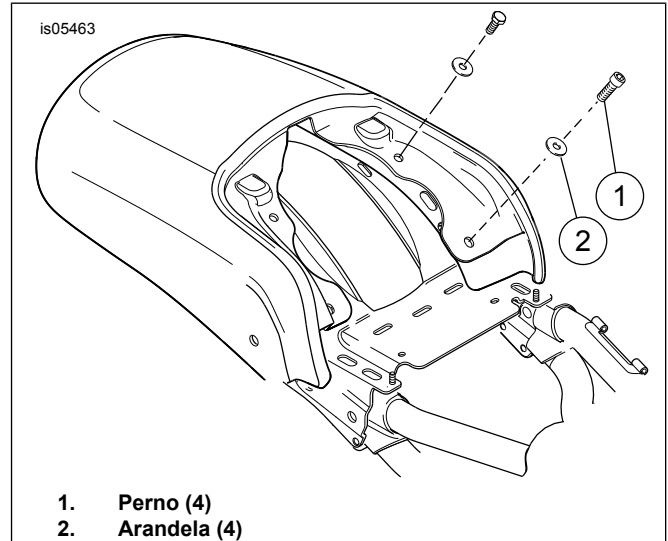

Figura 1. Pernos de montaje del guardabarros
1. Vea Figura 1. Extraiga los cuatro pernos de montaje del guardabarros trasero (1) y las arandelas (2). Si es necesario, mueva el ECM para acceder a los cuatro pernos de montaje del guardabarros.
16. Vea Figura 1. Instale los cuatro pernos de montaje del guardabarros (1) y las arandelas. Apriete a 20–26 N·m (15–19 ft-lbs).